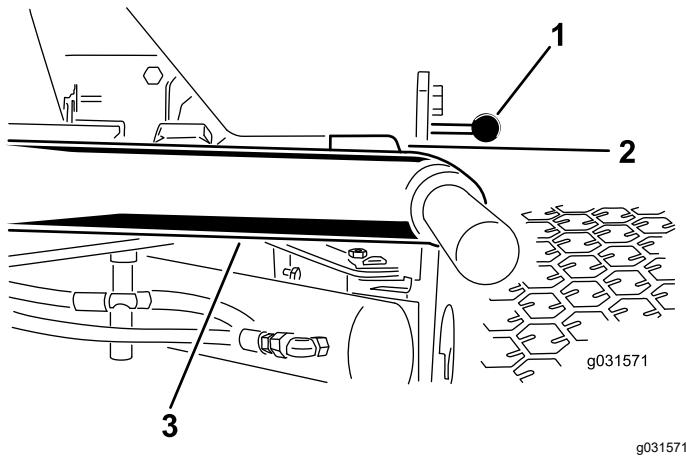

Figura 13
1. Ligue o motor, eleve as unidades de corte e certifique-se de que a folga entre cada braço de elevação e o suporte da placa do chão é de 5 a 8 mm, conforme se mostra na Figura 13.